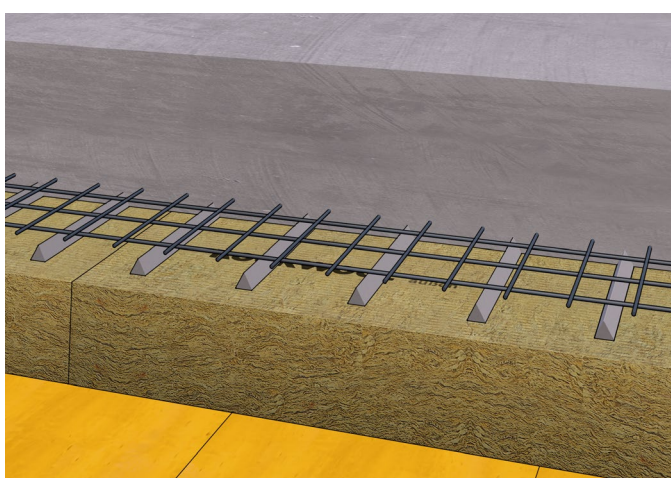

Abb. 5: Flächenabstandshalter für die Auflage der Bewehrung.
- Als Abstandhalter und zur Lagesicherung der unteren Bewehrungslage sind geeignete Flächenabstandhalter aus Faserbeton oder Kunststoff mit großer Auflagerfläche zu verwenden (Abb. 5).